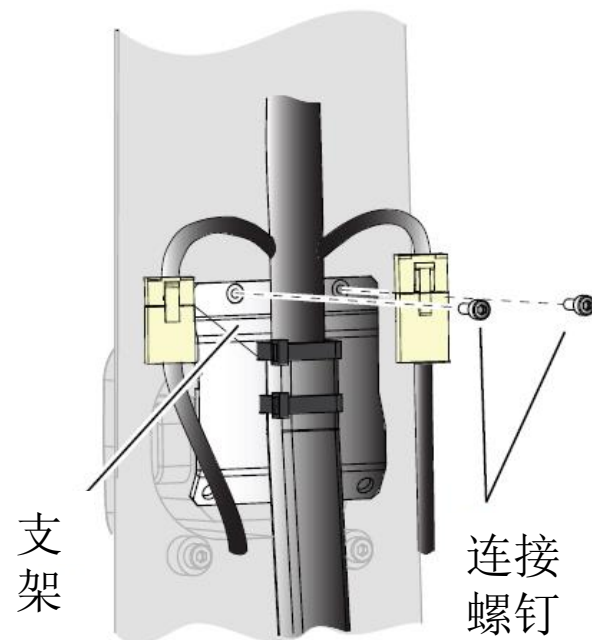

图3北京新奥时代科技有限责任公司
(22) 将线缆支架安装到下臂板上。（如下图3所示）
(23) 安装塑料盖。